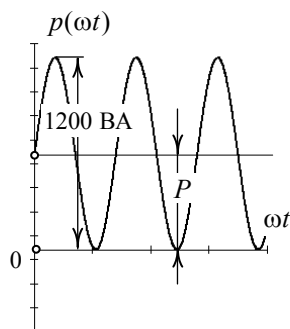

Рис. 8.6
3. Рассмотрим график мгновенной мощности (рис. 8.6). Полная мощность цепи $S = \frac{1200}{2} = 600$ ВА, активная мощность $P = S = 600$ Вт, реактивная мощность